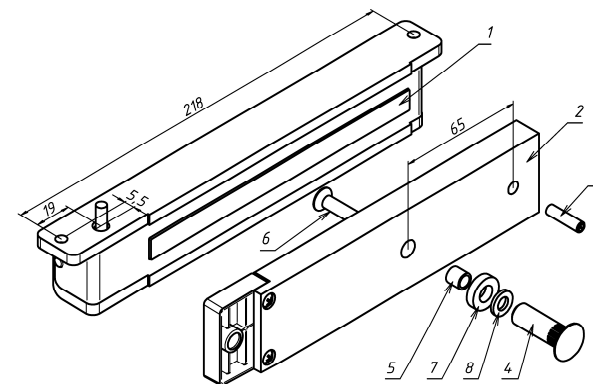
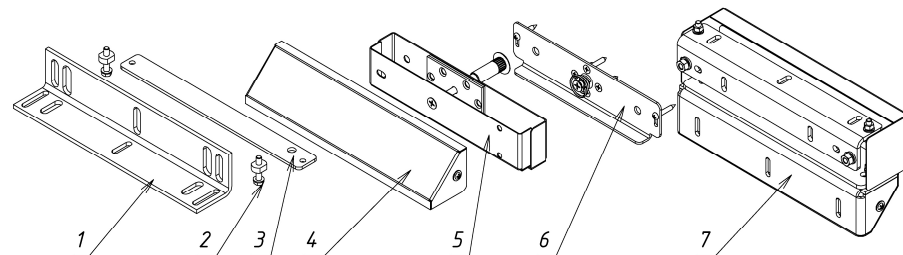

Рисунок 1
Рисунок 2
3.1 Комплект поставки (рисунок 1):
- корпус (1) - 1 шт.
- якорь (2) - 1 шт.
- комплект крепления якоря: штифт (3), втулка (4), втулка проходная (5), винт М6х35 (6), кольцо уплотнительное (7), шайба (8).
- По отдельным заказам поставляются следующие опции (рисунок 2):
- L-уголок AL-300PR (1)
- Комплект крепежа 150-300-К (2)
- Планка М300 (3)
- МК AL-300PR Монтажный комплект (4)
- Комплект смещения якоря 300-400PR (5)
- Комплект 350P (6)
- МК AL-300-400PR-Inside Монтажный комплект (7).